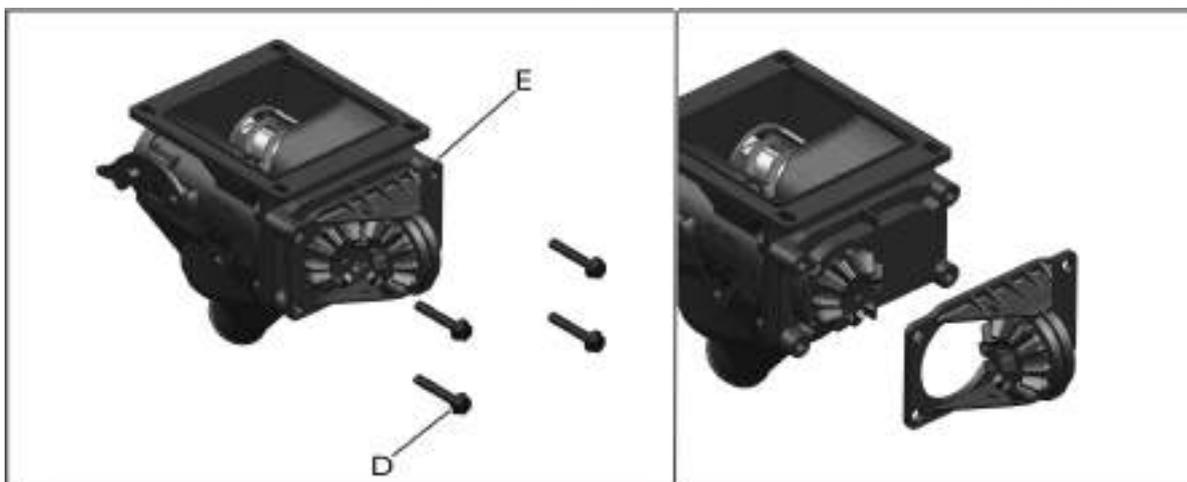

fig. 180
Para realizar a limpeza, manutenção ou substituição dos rolamentos e componentes da transmissão do mancal. Afrouxe os parafusos (D) de fixação e remova o mancal (E) (fig. 180).